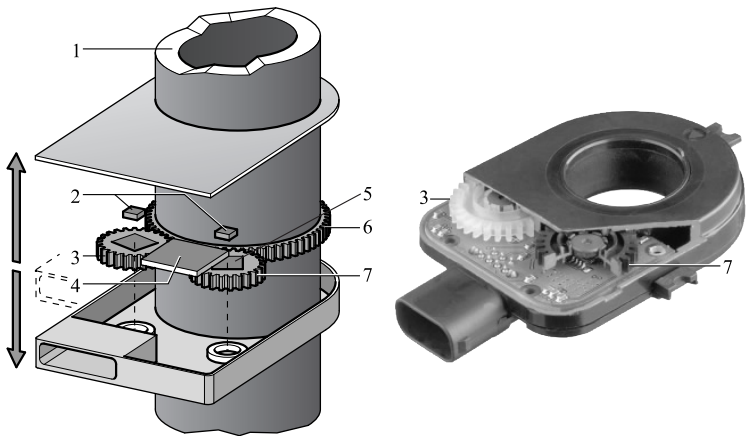

图 4-143 LWS 3 型 AMR 转向轮角度传感器结构原理图
(2) LWS 3 型磁阻式转向轮角度传感器 LWS 3 型磁阻式转向轮角度传感器带有各向异性的磁阻式传感器（AMR – Anisotrop Magnetoresistiven Sensoren）。磁阻式传感器电阻随外部磁场方向（即磁通密度）的变化而改变，其结构原理见图 4-143。通过测量两个齿轮的角度就可得到转向轮在 4 整圈的角度信号。两个齿轮（3、7）由转向轴上的一齿轮（6）驱动。该两个齿轮差 1 个齿，这样，从两个齿轮的一对角度值就可知道转向转的每个可能的位置。两个磁铁（5）放在两个齿轮（3 和 7）中，在两个磁铁上面是两个 AMR 传感器（2）和求值电路（4）。